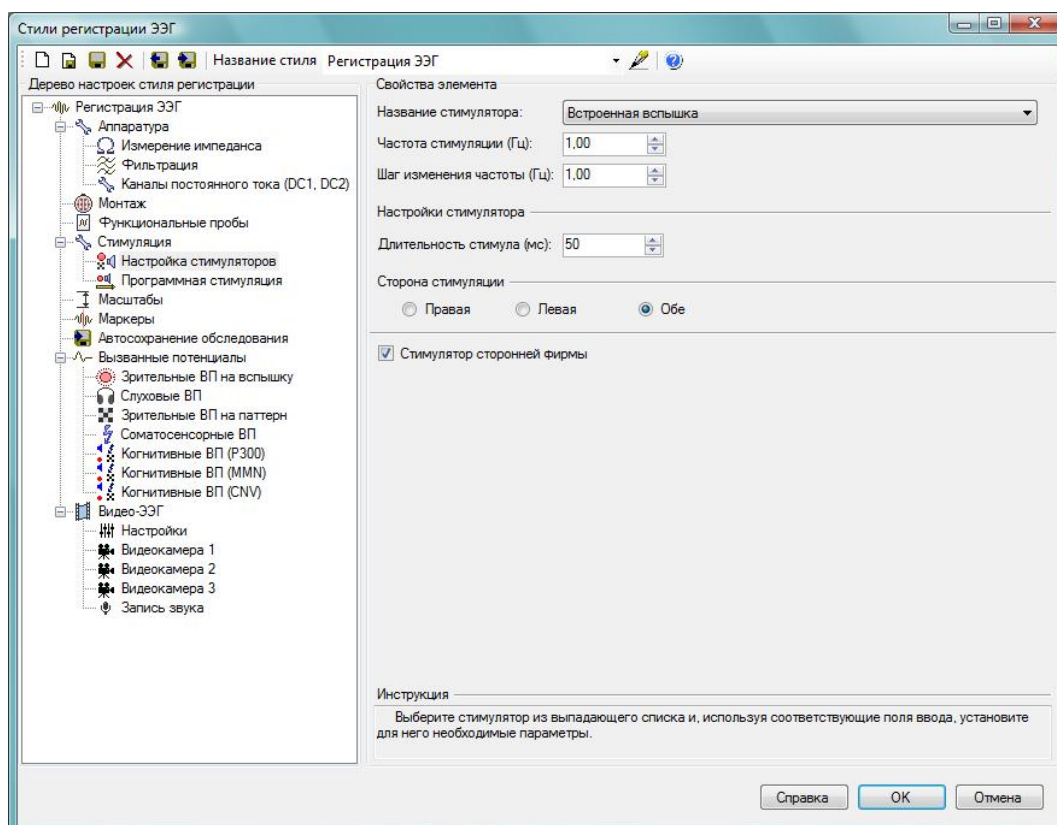

Рис. 51. Настройка запуска регистрации от внешнего стимулятора
3. Запустите программу «Нейрон-Спектр.NET», в настройках параметров стимуляции для стимулятора установите флажок «Стимулятор сторонней фирмы» (рис. 51).